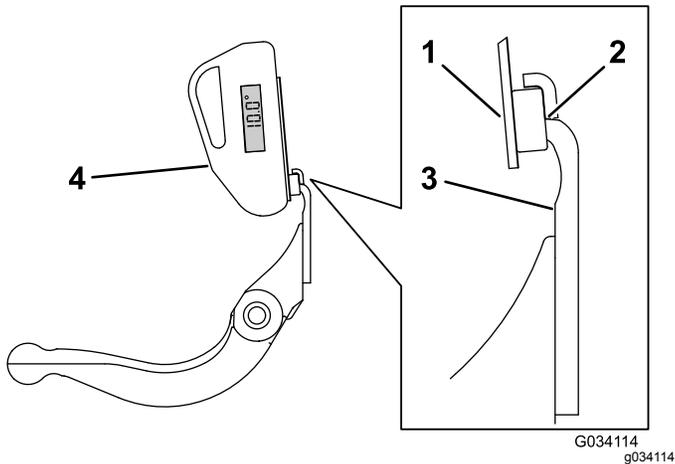

Bild 67
3. Legen Sie die Neigungsmesserbefestigung an die Kante des Untermessers, sodass die Kante des Magnets bündig mit der Kante des Untermessers ist (Bild 67).
4. Legen Sie den Neigungsmesser auf die Befestigung, wie in Bild 67 abgebildet.